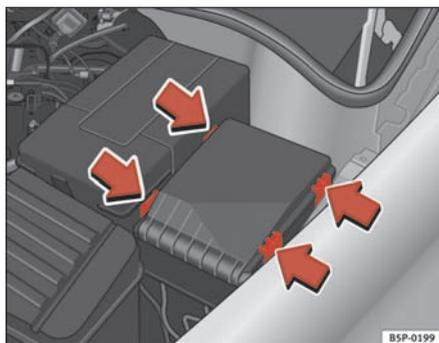

Fig. 162 Tapa de la caja de fusibles en el compartimento motor
- Retire la tapa de fusibles del compartimento del motor haciendo presión sobre las lengüetas hacia el centro de la tapa ⇒ fig. 162.